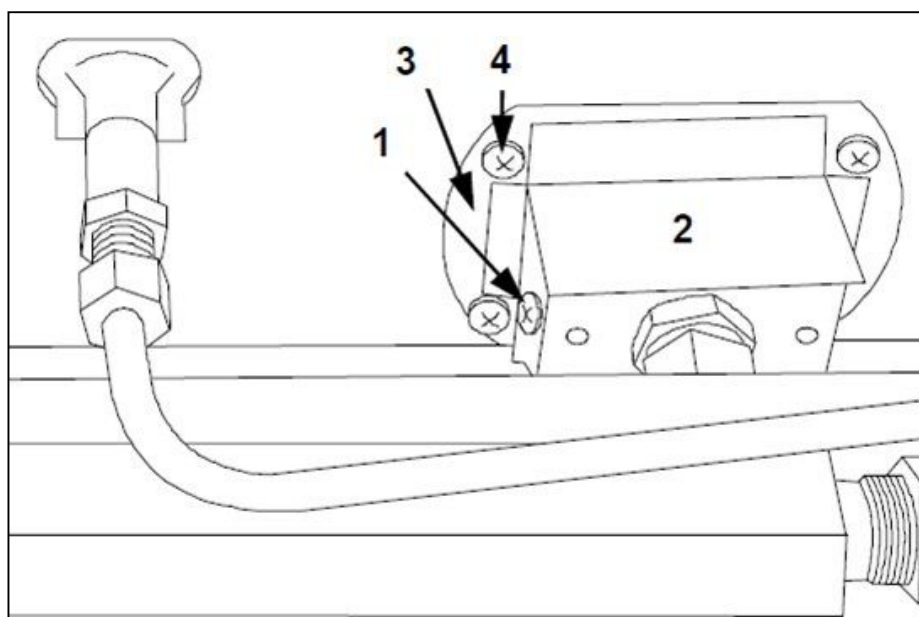

FIG.16
- Quitar la compuerta de aire del quemador (FIG.16-ref.2) desenroscando el tornillo (FIG.16-ref.1) y sacándolo lateralmente;
- Destornillar los 4 tornillos (FIG.16-ref.4) y quitar el quemador (FIG.16-ref.3) y sustituirlo;